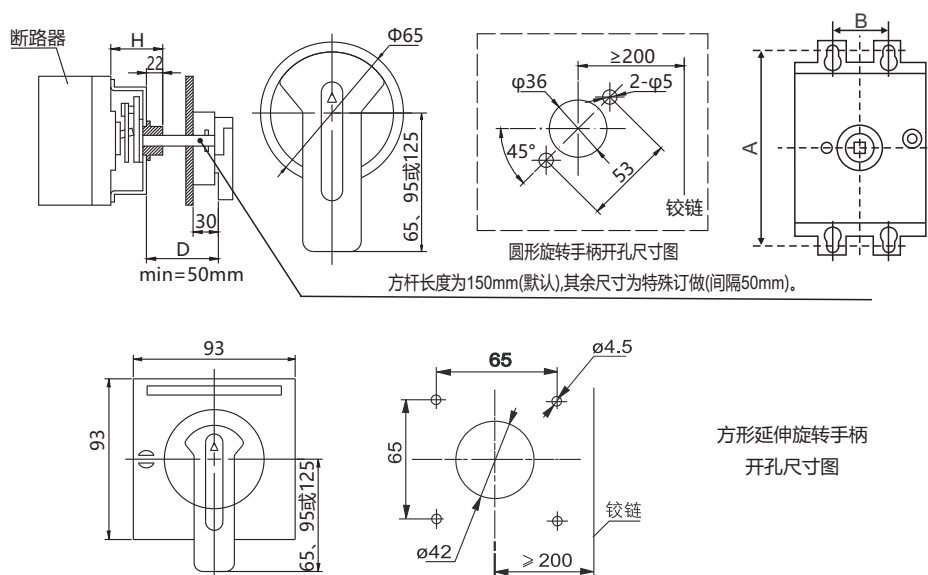

图6 手动操作机构尺寸图
- 3) 手操机构配有操作手柄默认为“A”型圆形手柄，需要“F”型方形手柄时开单需要注明。手操机构安装尺寸见图6和表9。